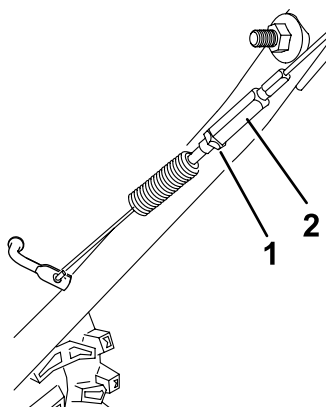

Figure 27
5. Desserrez l'écrou de blocage (Figure 27).
6. Desserrez ou serrez le tendeur de réglage de la tension du câble (Figure 27).